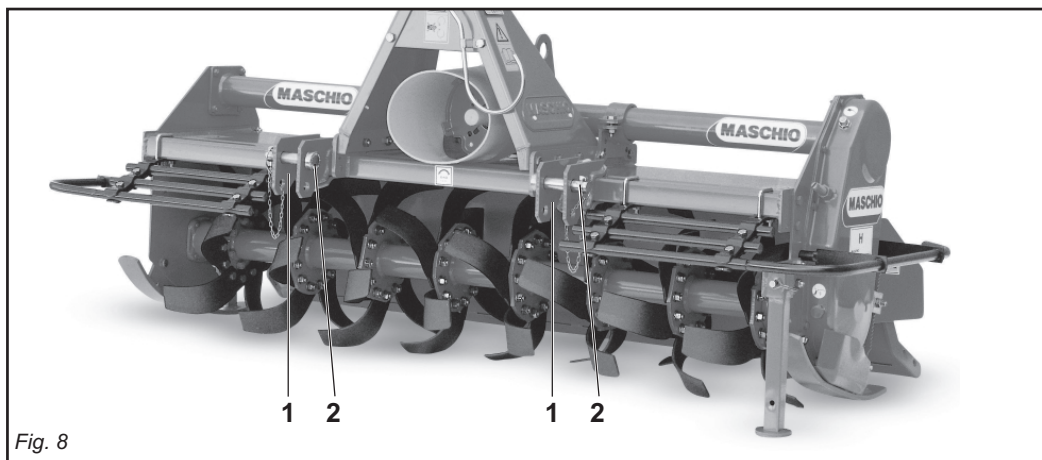

Fig. 8
In base alle dimensioni specifiche di questi 2 tipi di attacchi dei trattori è necessario determinare la posizione più favorevole della macchina spostando opportunamente sul tubo quadro le piastre (1 Fig. 8) e inserendo i perni (2 Fig. 8) nei fori corrispondenti al giusto diametro delle parallele del trattore.
Depending on the precise dimensions of these two types of hitches, find the best position for the machine by moving the plates (1 Fig. 8) along the square tubular and inserting the pin (2 Fig. 8) in the holes corresponding to the correct diameter for the tractor's parallel arms.
En fonction des dimensions spécifiques de ces deux types d'attelages des tracteurs il faut déterminer la position la plus favorable de la machine en déplaçant, sur le tube carré, les plaques (1 Fig. 8) et introduire les axes (2 Fig. 8) dans les trous correspondant au bon diamètre des parallèles du tracteur.
Alle Maschinen können an jedem beliebigen Schlepper mit Universal-Dreipunktaufhängung der 1. und 2. Kategorie angebaut werden. Aufgrund der spezifischen Abmessungen dieser beiden Schlepperanschlüsse kann man die günstigste Position der Maschine festlegen, indem man die Platten (1 Abb. 8) auf dem Vierkantrohr verschiebt und die Bolzen (2 Abb. 8) in die entsprechenden Bohrungen mit dem richtigen Durchmesser auf dem Schleppergestänge einsteckt.
En relación a las dimensiones específicas de estos dos tipos de enganche de los tractores hace falta determinar la posición más favorable de la máquina desplazando oportunamente en el tubo cuadrado las placas (1 Fig. 8) e introduciendo los pernos (2 Fig. 8) en los orificios correspondientes al correcto diámetro de las paralelas del tractor.
Le piastre (1 Fig. 8) vanno montate sempre e solo come mostrato in Fig. 8 con i fori posizionati anteriormente al tubo quadro.
- 1) Accostare le parallele del sollevatore ponendole all'interno delle piastre (1 Fig. 8), inserire il perno (2 Fig. 8) nel foro predisposto e bloccare con le copiglie a scatto.
The plates (1 Fig. 8) must always and only be mounted as shown in Fig. 8 with the holes towards the front of the square tubular.
- 1) *Near the lift bars, setting them in the most suitable plates (1 Fig. 8). Insert the pin (2 Fig. 8) into the relative hole and lock in place with the snap-in split pins.*
Les plaques (1 Fig. 8) doivent obligatoirement être montées comme illustré dans la Fig. 8 en utilisant les trous placés à l'avant du tube carré.
- 1) Approchez les barres du relevage en les plaçant à l'intérieur des plaques les plus appropriées (1 Fig. 8), introduisez l'axe (2 Fig. 8) dans le trou correspondant et bloquez par les goupilles à encastrement.
Die Platten (1 Abb. 8) dürfen nur und ausschließlich so montiert werden, wie es in Abb. 8 gezeigt ist, nämlich mit den Bohrungen, die vor dem Vierkantrohr angeordnet sind. Der Hersteller haftet nicht für die Beschädigung der Maschine oder des Schleppers infolge der Nichtbeachtung dieser Angabe.
- 1) *Die Lenker des Krafthebers annähern und in die am besten geeigneten Platten schieben (1 Abb. 8). Den Bolzen (2 Abb. 8) in das Loch stecken und mit dem einrastenden Splint blockieren.*
Las placas (1 Fig. 8) deben ser montadas siempre y solamente según lo indicado en la Fig. 8 con los orificios posicionados delante del tubo cuadrado. La firma constructora no es responsable de rupturas en la máquina o en el tractor originadas por falta de respeto de esta indicación.
- 1) Acercar las barras del elevador poniéndolas dentro de las placas más indicadas (1 Fig. 8), introducir el perno (2 Fig. 8) en el orificio y bloquear con los pasadores de resorte.